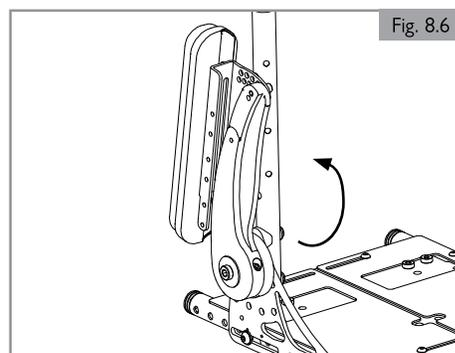

Fig. 8.6
8.6 Reposabrazos de soporte (Fig. 8.6)